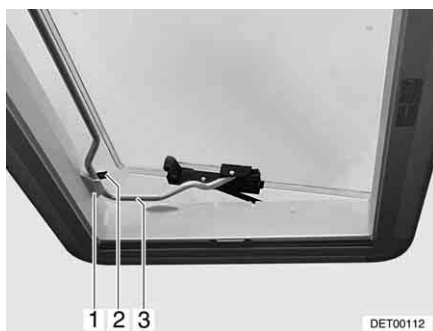

Bild 60 Heki-takluckan i ventilationsläge 2
- Sätt in bygel (Bild 60,3) i hållaren (Bild 60,1).
- Ställ spaken (Bild 60,2) över bygel.